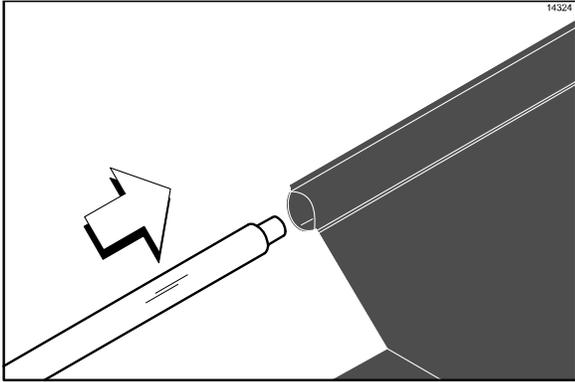

Figura 8
1. Introduzca la barra de retención de la hoja antiadherente por el bucle de la hoja antiadherente. (Vea la figura 8.)